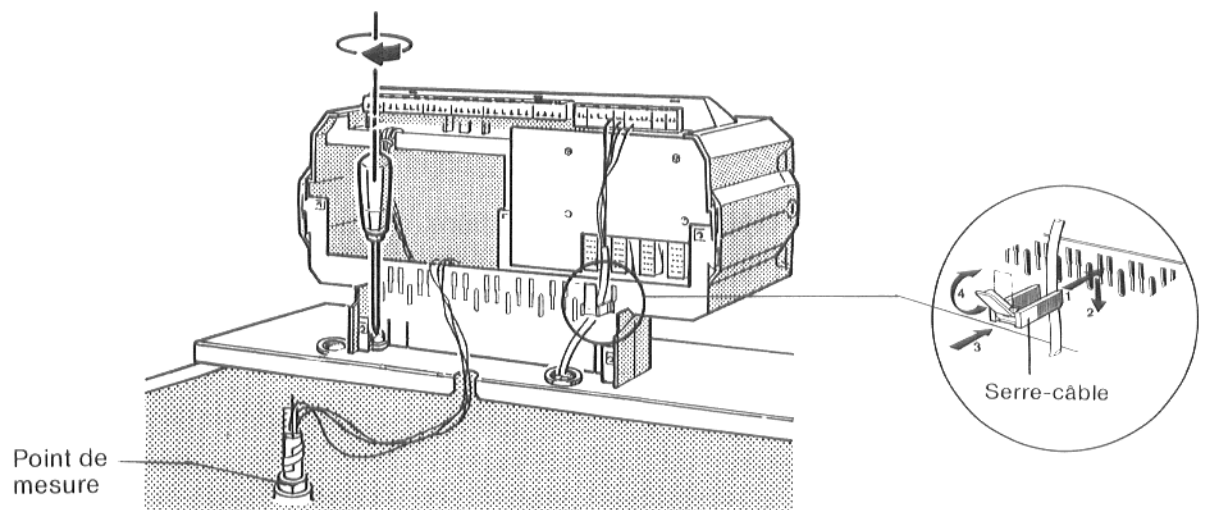

Fig. 26
Enfoncer les serre-câbles munis des câbles dans leur cadre de fixation et les bloquer en abaissant le levier (fig. 26).
- Fixer, comme indiqué sur la fig.26, le socle de l'appareil de régulation sur le capot avant de la chaudière à l'aide de deux vis Parker, à droite et à gauche, à l'intérieur du passage de câbles.
- Dérouler les capillaires de la sonde thermique jusqu'au point de mesure (fig. 26) en veillant à ce qu'ils ne soient pas en contact avec une partie chaude de la chaudière.